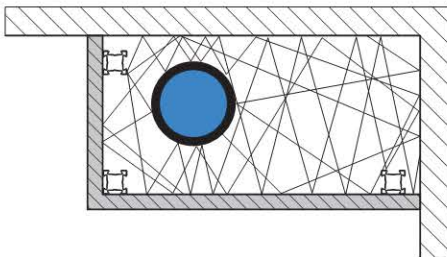
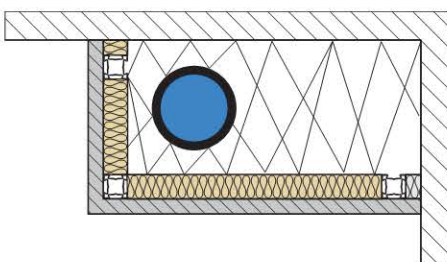

Bild 38: Schallreflexion in einem nicht schallabsorbierend ausgekleideten Installationssystem
Bild 39: Verminderte Schallreflexion in einem schallabsorbierend ausgekleideten Installationssystem
Leitungen, die durch schutzbedürftige Räume geführt werden, sind in der Regel in getrennten Wandsystemen zu verlegen. Untersuchungen haben gezeigt, dass infolge der Schallreflexionen im Innern der Installationsschächte mit einer Schallpegelerhöhung von mehr als 10 dB(A) gerechnet werden muss (Bild 38). Durch Anbringen schallabsorbierender Auskleidungen, wie z. B. 30 mm dicken Mineralwollmatten, auf einer Längs- und Schmalseite im Schachtinnern oder Ausflocken des gesamten Hohlraums, wird die Schallabsorption erhöht und die Schallreflexion vermindert (Bild 39). Messungen von Geberit haben ergeben, dass bei sorgfältiger, schallabsorbierender Auskleidung der Schächte eine allfällige Pegelerhöhung im Schacht verhindert werden kann.